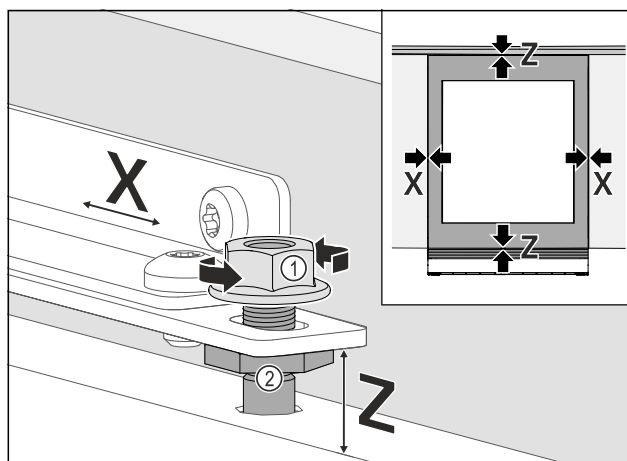

Fig. 102
- Sideveis justering av møbeldøren: Løsne kontramutteren Fig. 102 (1), flytt møbeldøren i X retning.
- Trekk til kontramutterne Fig. 102 (1).
- Justere møbeldøren i høyden Z og i sideveis helling: Still inn justeringsbolten Fig. 102 (2).